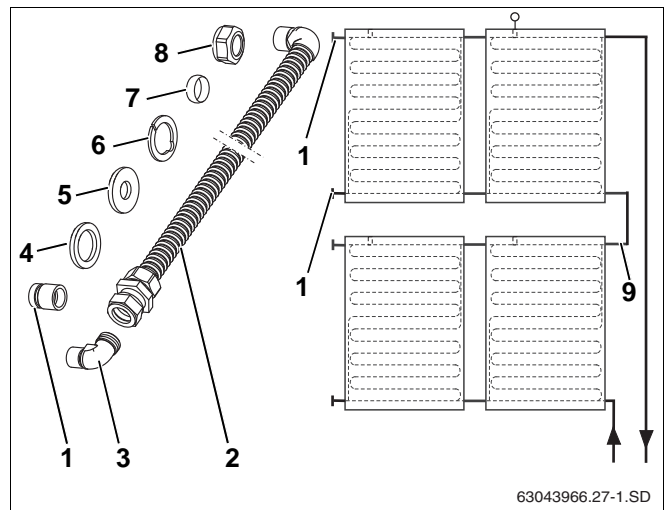

Fig. 59 Skematisk visning og leveringsomfang
Som tilbehør leveres forbindelsessættet (fig. 59, **pos. 9**), som udgør forbindelsen mellem to solfangerrækker.
Leveringsomfang (fig. 59):
Luk solfangertilslutningerne, som ikke behøves, med lukkekapperne (fig. 59, **pos. 1**, se kapitel 6.1.2 "Montering af lukkekapper", side 28).